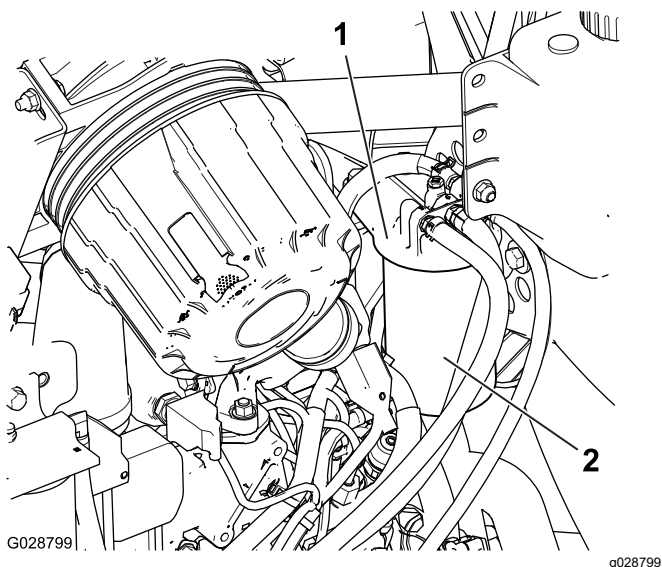

图 52
1. 清理燃油滤清器头附近的区域图 52。
2. 拆下滤清器并清洁滤清器头安装面图 52。